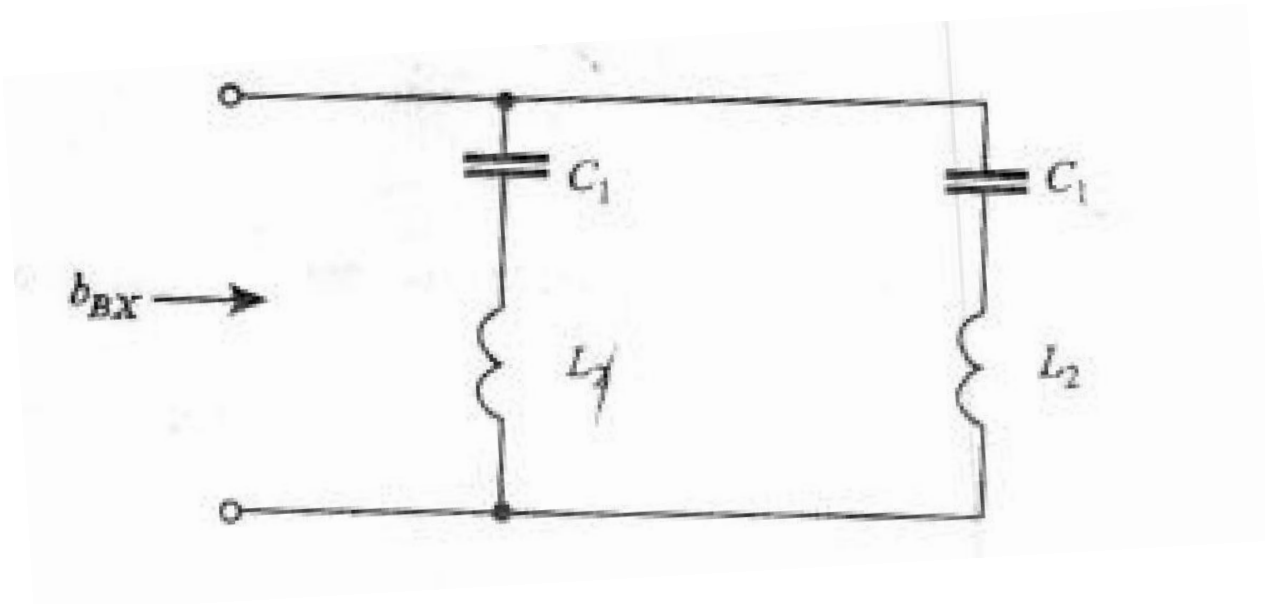

Рис. 2.4 Схема цепи к примеру
**Пример.** Для реактивного двухполюсника, схема которого приведена на рис. 2.4, требуется определить значения резонансных частот и построить график зависимости  $x_{\text{вх}}(\omega)$ . Параметры элементов схемы имеют следующие значения: